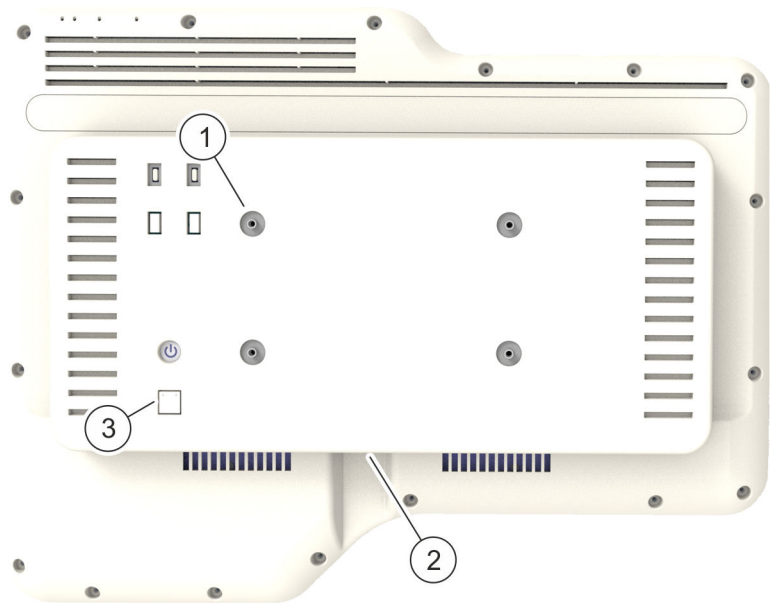

Abb. 4: VESA-Adapter am Terminal befestigen
1. Terminal am VESA-Adapter an den vier Befestigungsgewinden (Abb. 4/1) auf der Terminalrückseite mit den vier Schrauben (M5x20) anschrauben. Je Schraube eine Unterlegscheibe verwenden.
Ethernet-Kabel (Netzwerkkabel) in den Ethernet-Anschluss (Abb. 4/3) auf der Rückseite des Terminals stecken.
Netzanschlussleitung in den Stromanschluss auf der Unterseite des Terminals (Abb. 4/2) stecken.